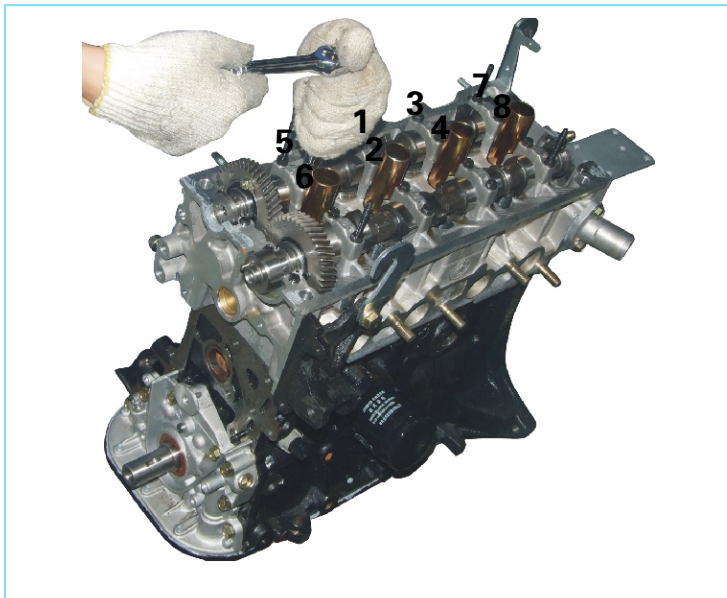

图2-117 拧紧轴承盖螺栓
- g. 按图示顺序分几次均匀地拧紧8个轴承盖螺栓，扭矩： $13\text{N} \cdot \text{m}$ （图2-117）。